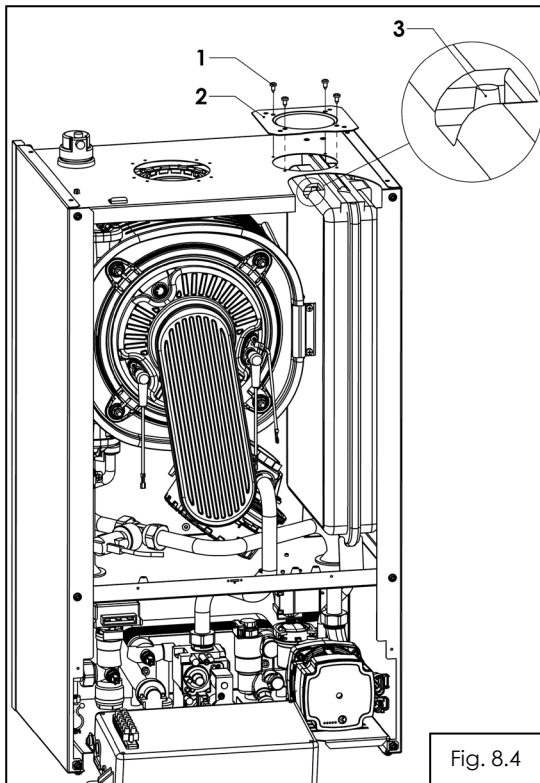

Fig. 8.4
Verificarea presiunii din vasul de expansiune presupune urmatoarele operatii, fig. 8.4:
- In cazul centralei **C13SPV36MEF** (fig. 8.4) cu vas de expansiune cu stut de umplere vertical verificarea presiunii se face astfel:
- se masoara presiunea din vasul de expansiune la niplul de masura (3);